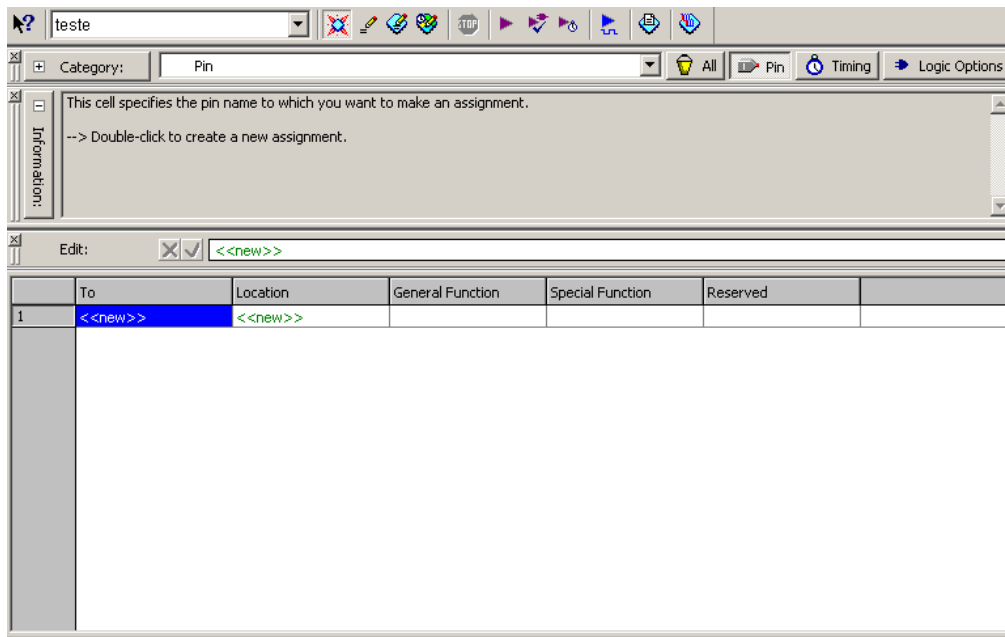

Figura 6.4 Tela para escolha de pinagem do projeto
1. Ir na barra de ferramentas na opção “Assignments” e depois “Pins”, isso fará com que abra uma tela como mostra a Figura 6.4.